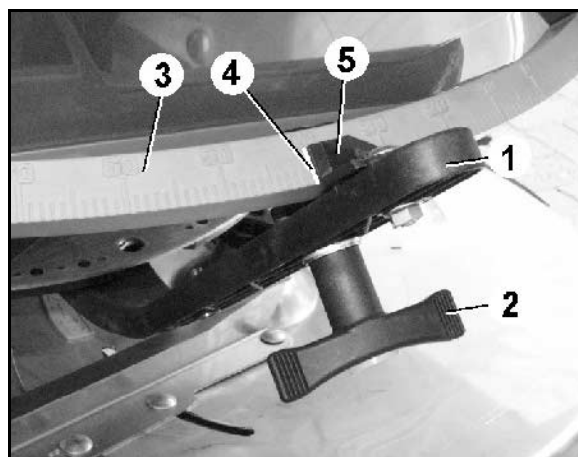

Fig. 83
2. Öppna inställningsspjällen med inställningsspakarna (Fig. 83/1).
4. Stäng spjället med inställningsspaken (Fig. 83/2) tills spjället ligger an mot tolken/borren.
5. Fixera inställningsspaken genom att dra åt vingmuttern (Fig. 83/3).
6. Lossa skruven (Fig. 83/4) för visaren. Ställ in avläsningskanten (Fig. 83/5) på skalvärde "8" och dra åt skruven. Avläsningskant för visaren är (Fig. 83/6).